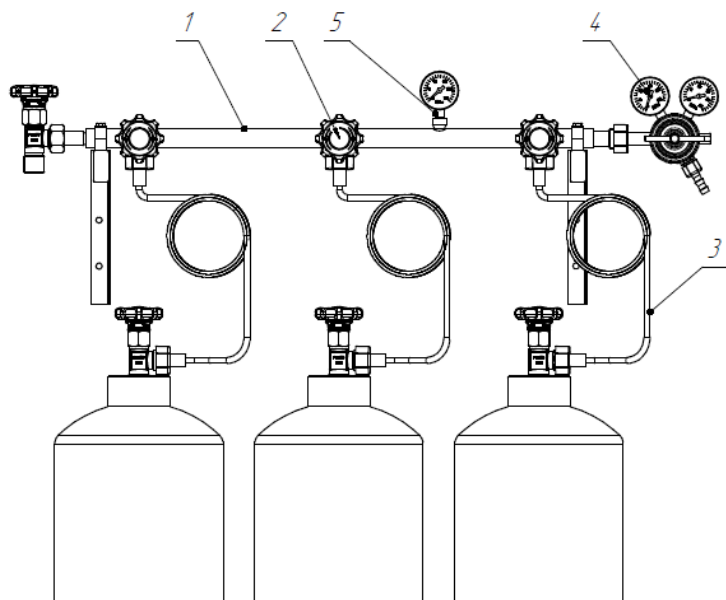

Рисунок 1 - РАМПА РАЗРЯДНАЯ УГЛЕКИСЛОТНАЯ типа РРУ-1х3-100-5
Перед началом работы, а также не реже одного раза в три месяца проверять герметичность соединения показывающего устройства для определения давления с корпусом редуктора и работоспособность предохранительного клапана. При нарушении герметичности необходимо подтянуть резьбовые соединения. Устройство ramпы приведено на рис.1.
Рампа состоит из следующих основных узлов (см. Рис. 1):
- Коллектора (1) с тремя входными вентилями (2) для подключения баллонов и одним вентилем (крайний левый, см. рис. 1) для сброса остаточного давления;
- Устройств заправочных (3), соединяющих баллоны с коллектором;
- Редуктора БУО-5-4 (4), в котором происходит понижение давления газа;
- Измерительного узла (5) с манометром для контроля газа в баллонах;